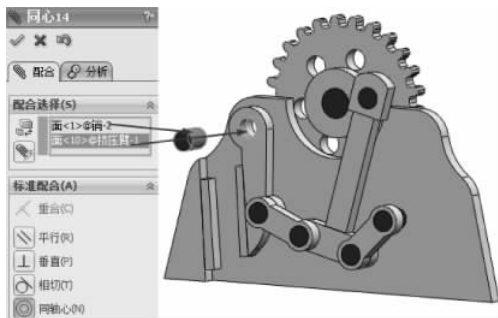

图 3-163 同轴心配合
(26) 选择【标准配合】选项组下的【同轴心】配合类型 ,在【要配合的实体】选择框  中选择如图 3-163 所示的面,其他保持默认,单击【确定】按钮 ,完成同轴心配合。